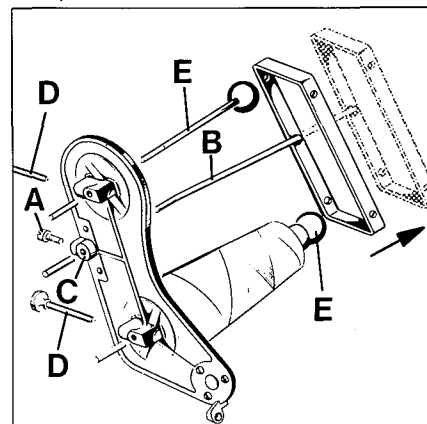

Fig.3
Loosen screw (A, Fig. 3) and set thread rod (B) so that its lower end is flush with the underside of thread cone support (C). Retighten screw (A).
Lösen Sie die Schraube (A, Fig.3) und stellen Sie die Fadenstange (B) so, daß ihr unteres Ende mit der Unterseite des Garnrollenträgers (C) bündig ist. Ziehen Sie die Schraube (A) wieder an.
Loosen thumb screw(s) (D, Fig. 3) in the thread cone support, pull out the spool pin(s) (E) and remove the empty thread cone(s).
Lösen Sie die Rändelschraube(n) (D, Fig. 3) im Garnrollenträger, ziehen Sie den (die Spulenstifte(e) heraus und entfernen Sie die leere(n) Garnrolle(n).